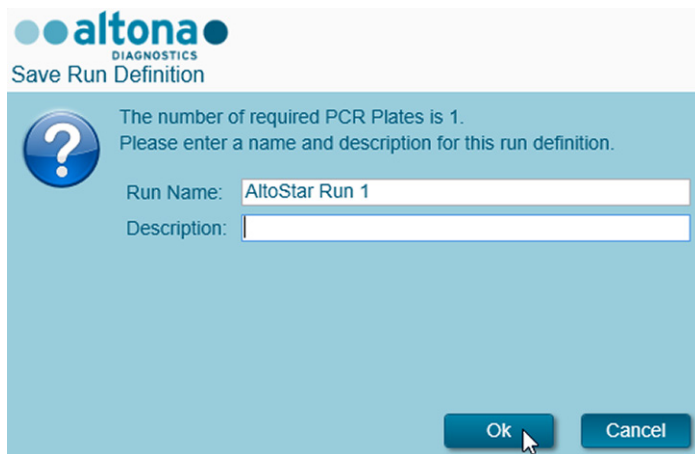

Figura 10: Cuadro de diálogo Save Run Definition (guardar definición de serie)
3. Haga clic en el botón **Create Run** (crear serie) en la barra de herramientas de la pantalla de programación. Se muestra el cuadro de diálogo Save Run Definition (guardar definición de serie) (consulte la figura 10).